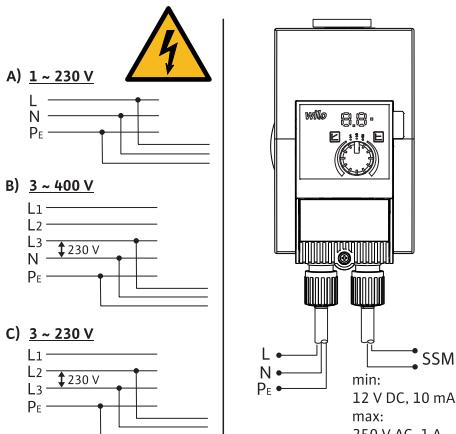

Fig. 3: Možnosti pripojenia
- Pripojte na sieť nízkeho napäťia 230 V. Pri pripájani k IT sieťam (sieť Isolé Terre) sa uistite, že napätie medzi vonkajšími vodičmi (L1-L2, L2-L3, L3-L1 → Fig. 3) nepresahuje 230 V.